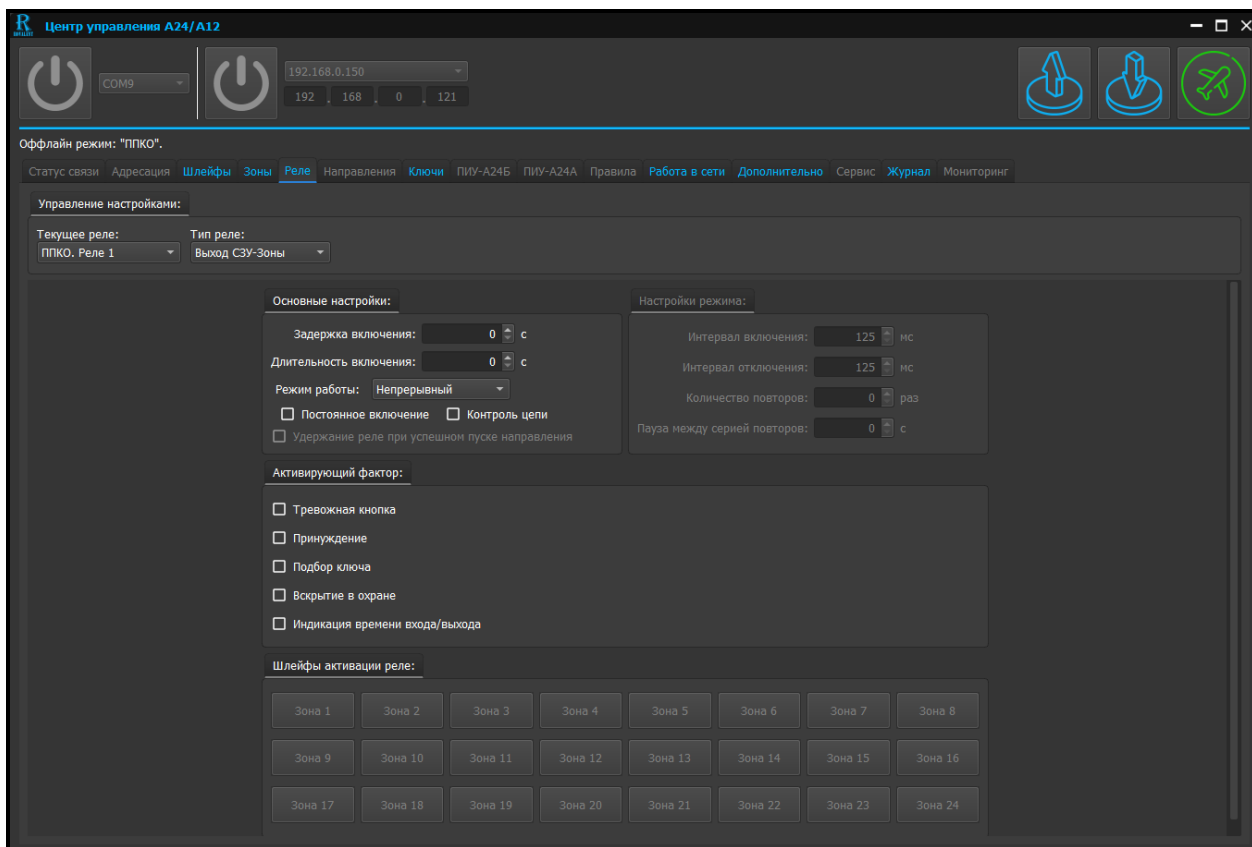

Рис. 49. Скриншот окна редактирования вкладки реле типа «Выход СЗУ-Зоны»
4.4.6 Редактирование параметров реле типа «Выход СЗУ-Зоны» (см. рисунок 49)